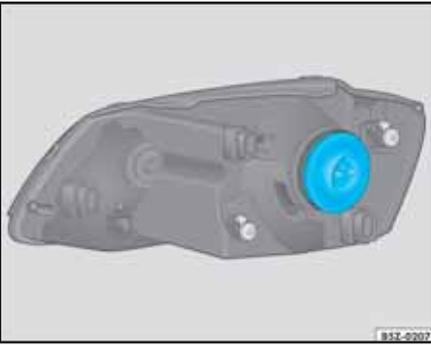

Fig. 175 Localización de la lámpara de la luz baja/alta y cubierta de protección
- Desconecte el conector de alimentación de la lámpara antes de retirar la cubierta de protección ⇒ fig. 175.
- Retire la cubierta de protección ⇒ fig. 175.